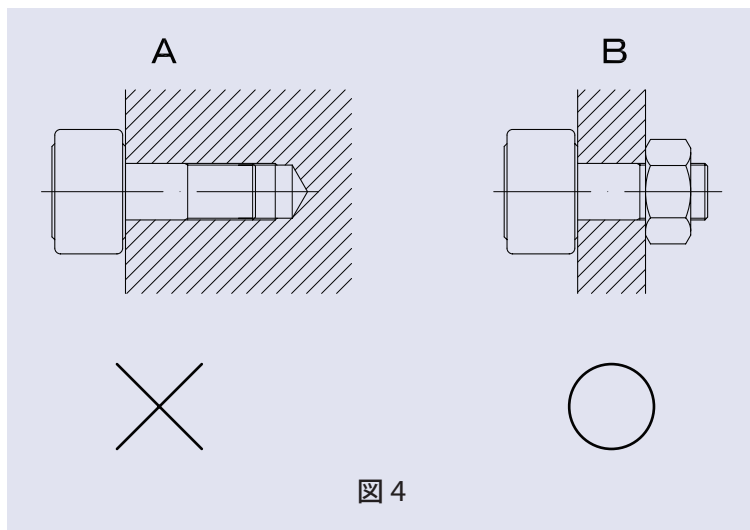

図 4
- 図 4 (A) のようにナットを使わずにブラケットに雌ねじタップを切って直接締結する固定方法は、十分な締め付けトルクが得にくく、ねじに緩みが生じた場合、雄ねじ部分に曲げ応力が集中してスタッドが破損する恐れがありますのでお止めください。